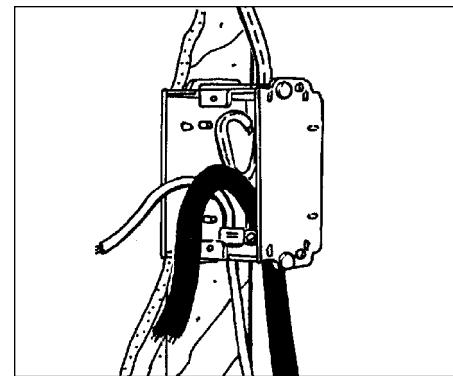

Figure 4
- Trim excess length of supply branch circuit, cold lead and temperature sensor cables, as necessary, leaving about 6" projecting from the ECB, see Figure 4. Relocate ID tags for cold leads in ECB.
- Couper la longueur excédante des fils d'alimentation, des conducteurs froids et du fil du capteur de température, au besoin, en laissant des longueurs d'environ 15 cm (6 pouces) à l'extérieur du boîtier (voir la figure 4). Remettre en place les étiquettes d'identification des conducteurs froids dans le boîtier.